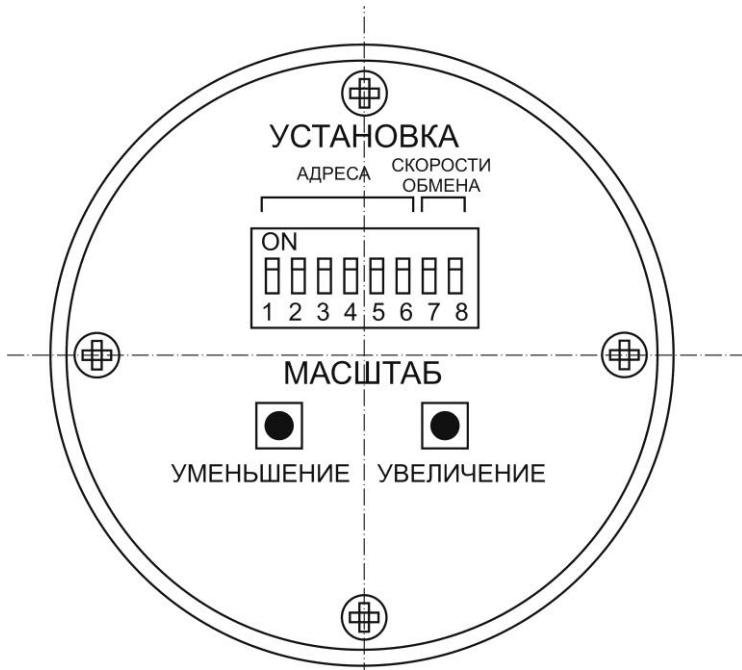

Рис. 1. Вид задней панели ТВ камеры.
4.1. Открыть заднюю крышку ТВ камеры для доступа к ее задней панели. Вид задней панели приведен на рис. 1.